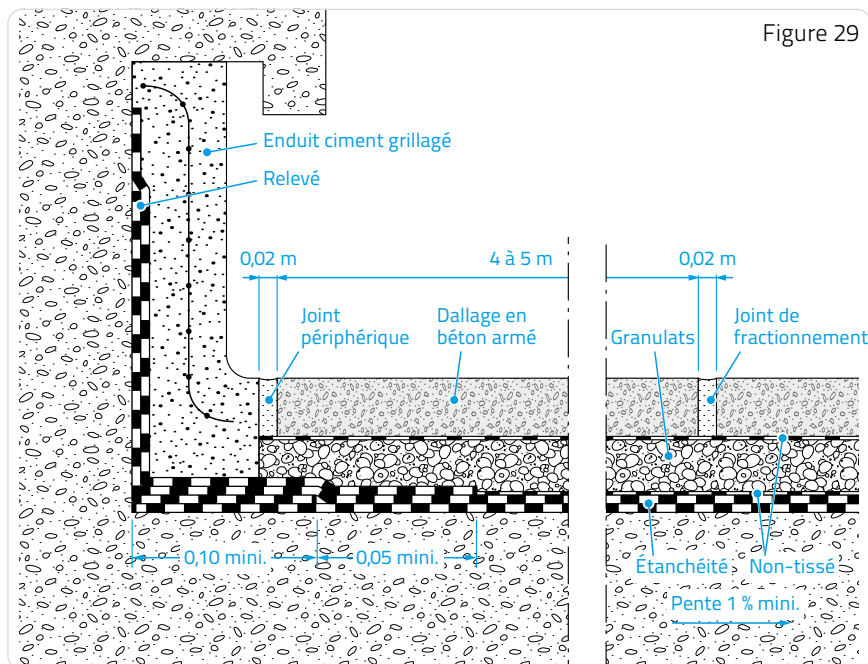

Figure 29
□ Protection en dur (DTU 43.1) (Figure 29).